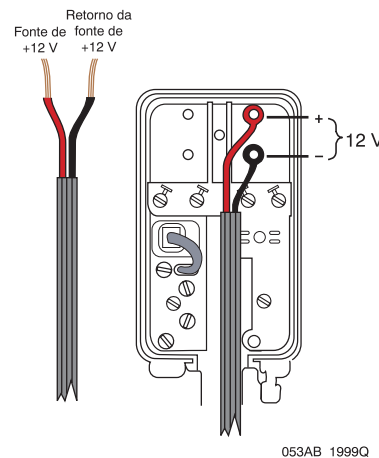

Figura 24. Fiação para a fonte de alimentação
2. Conecte os fios da fonte de alimentação à caixa de junções conforme mostrado na Figura 24.